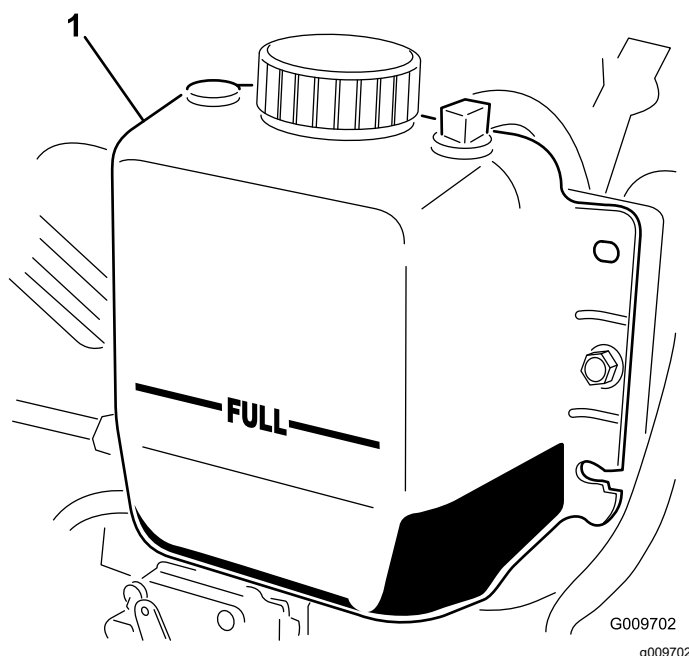

Рисунок 110
3. Проверьте уровень охлаждающей жидкости в радиаторе. Радиатор должен быть заполнен до верха заливной горловины, а расширительный бачок — до метки FULL (Полный) (Рисунок 110).